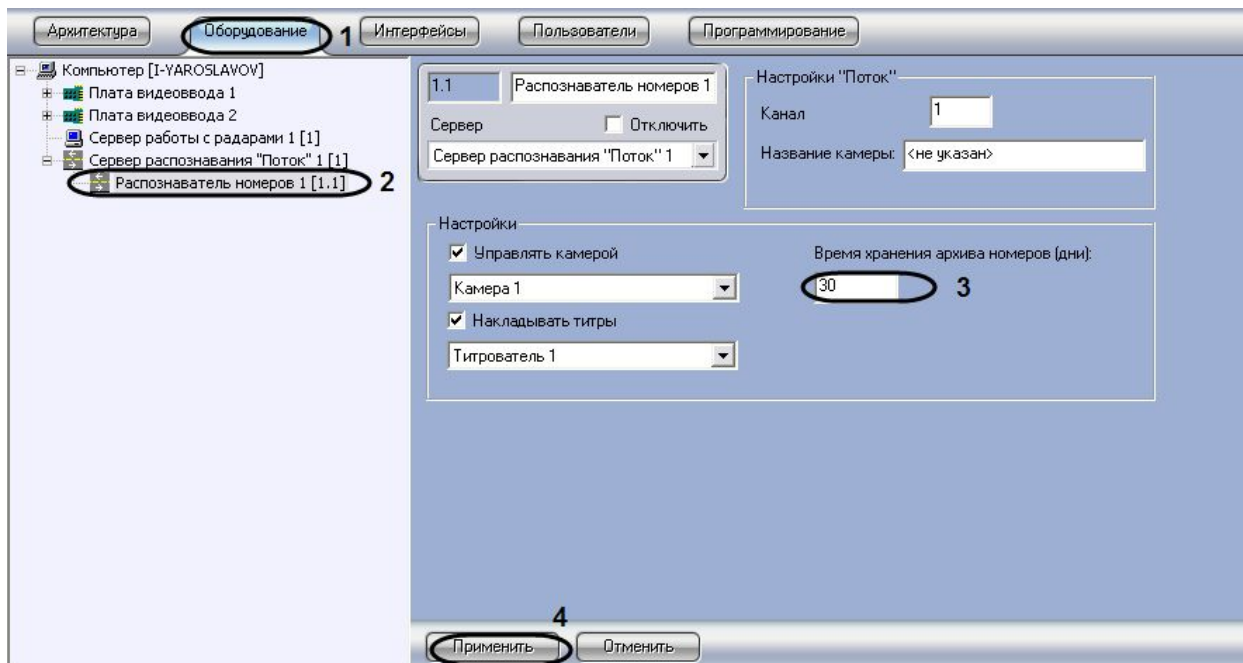

Рис. 7.3.9-1 Настройка глубины хранения записей в базе данных
1. В диалоговом окне «Настройка системы» перейти на вкладку «Оборудование» (см. Рис. 7.3.9-1, 1).
2. В дереве объектов на вкладке «Оборудование» выбрать объект «Распознаватель номеров», соответствующий настраиваемому программному модулю «Поток» (см. Рис. 7.3.9-1, 2). В правой части вкладки «Оборудование» отобразится панель настройки выбранного объекта.
3. В поле «Время хранения архива номеров (дни)» указать глубину хранения записей в базе данных (см.Рис. 7.3.9-1, 3). Единица измерения параметра «Время хранения архива номеров (дни)» выражается в днях.
4. Нажать кнопку «Применить» (см.Рис. 7.3.9-1, 4).